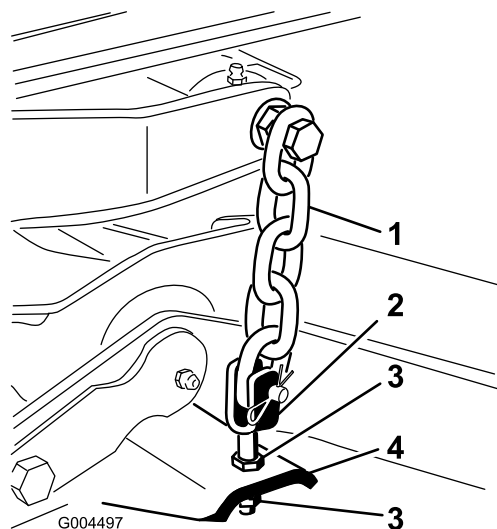

Figura 65
7. Regolate i controdadi che fissano le forcelle/catene posteriori del piatto in modo da sollevare la parte posteriore del piatto, finché il passo della lama non è di 8 mm (Figura 65).